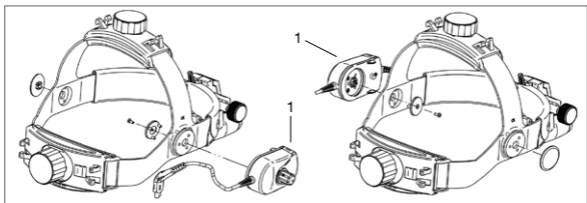

Afb. 2 Hoofdband Professional L
Aanpassen van de **hoofdband Professional L** (Afb. 2): De hoofdband kunt u door te draaien aan de draaiwielen bovenaan (1) en achteraan (2) versmallen of verbreden om deze aan te passen aan de hoofdomtrek.
Instellen van de lichtrichting en de bundel (Afb.2)